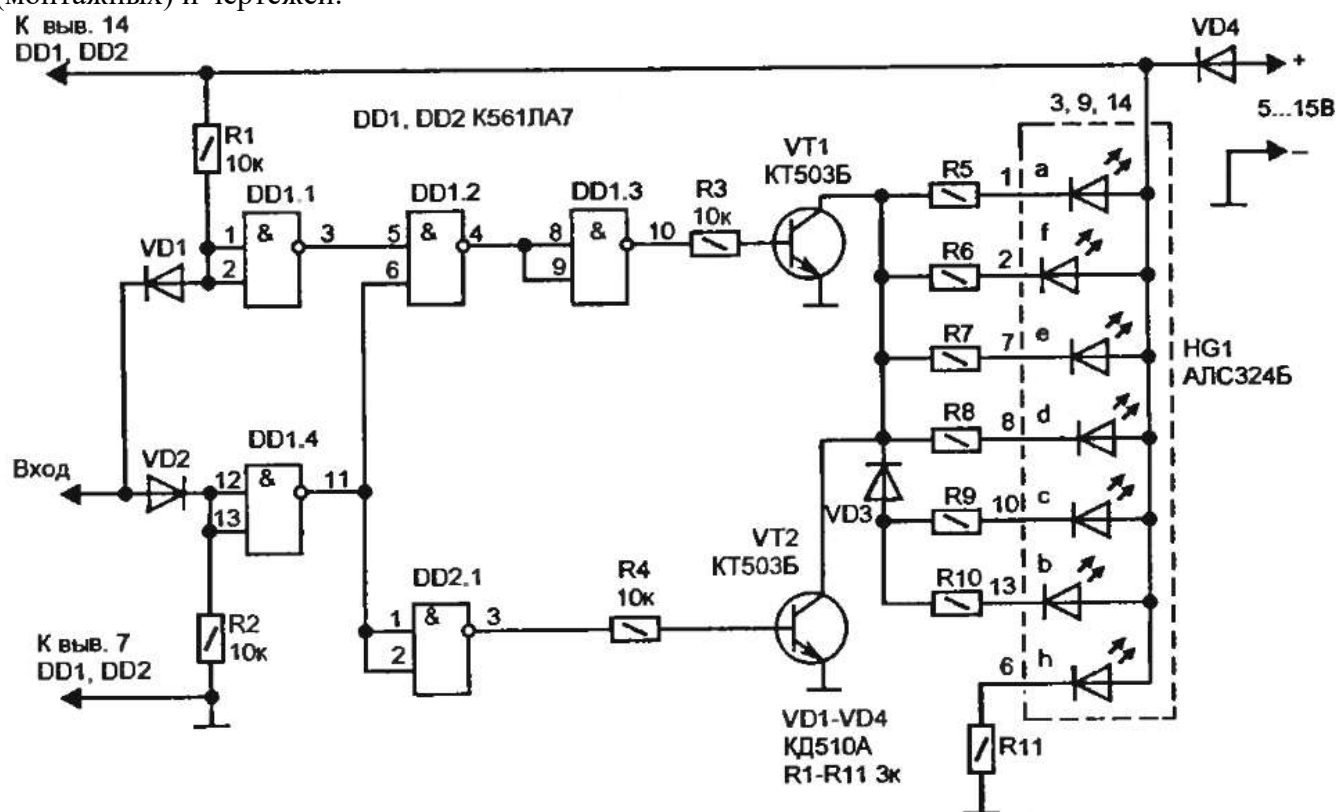

Рис. 1.3, а. Пример принципиальной схемы
1.3 Принципиальная схема (рис. 1.3, а, б) определяет полный состав элементов и связей между ними и дает детальное представление о принципах работы изделия (установки). Принципиальные схемы предназначены для изучения принципов работы изделий (установок). Они